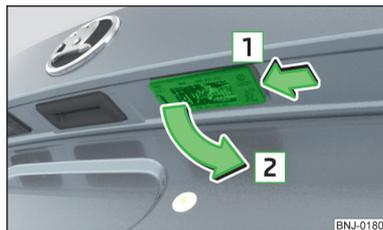

Fig. 214
- Empujar la lámpara en la dirección de la flecha [1] » fig. 214.